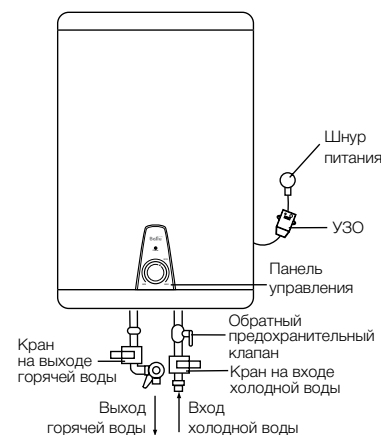

Рис. 1
- Предохранительный обратный клапан не следует устанавливать в месте входа холодной воды (см. рис. 1).